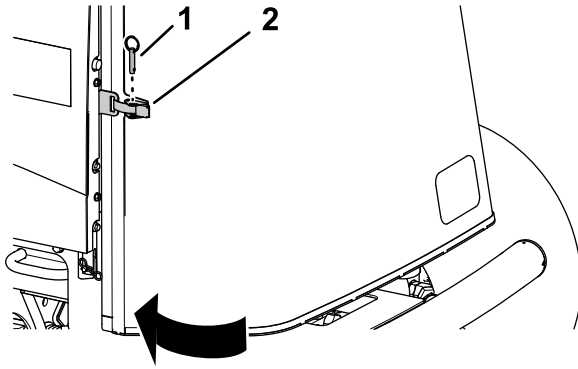

Figura 99
1. Închideți și blocați ecranul (Figura 99).